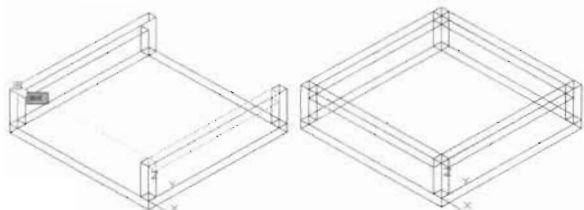

图 12-82
(7) 用同样的方法,再复制 3 个长方体,将其中两个旋转 90° ,并打开对象捕捉,移动到如图 12-82 所示的位置。